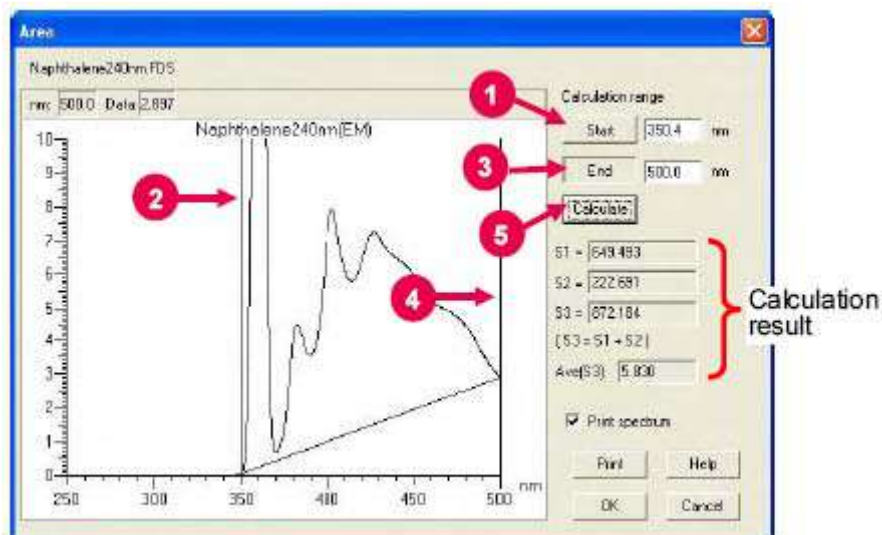

Рис. 7-33
1. Нажмите кнопку «Начало» (Смотрите (1) на рис. 7-33). Передвиньте курсор построения к желаемому началу длины волны на спектре. (Смотрите (2) на рис. 7-33), и затем нажмите правую кнопку мыши.
2. Нажмите кнопку «Конец» (Смотрите (3) на рис. 7-33). Передвиньте курсор построения к желаемому началу длины волны на спектре. (Смотрите (4) на рис. 7-33), и затем нажмите правую кнопку мыши.
3. Нажмите кнопку «Вычислить», после чего отобразится результат вычисления. (Смотрите (5) на рис. 7-33)